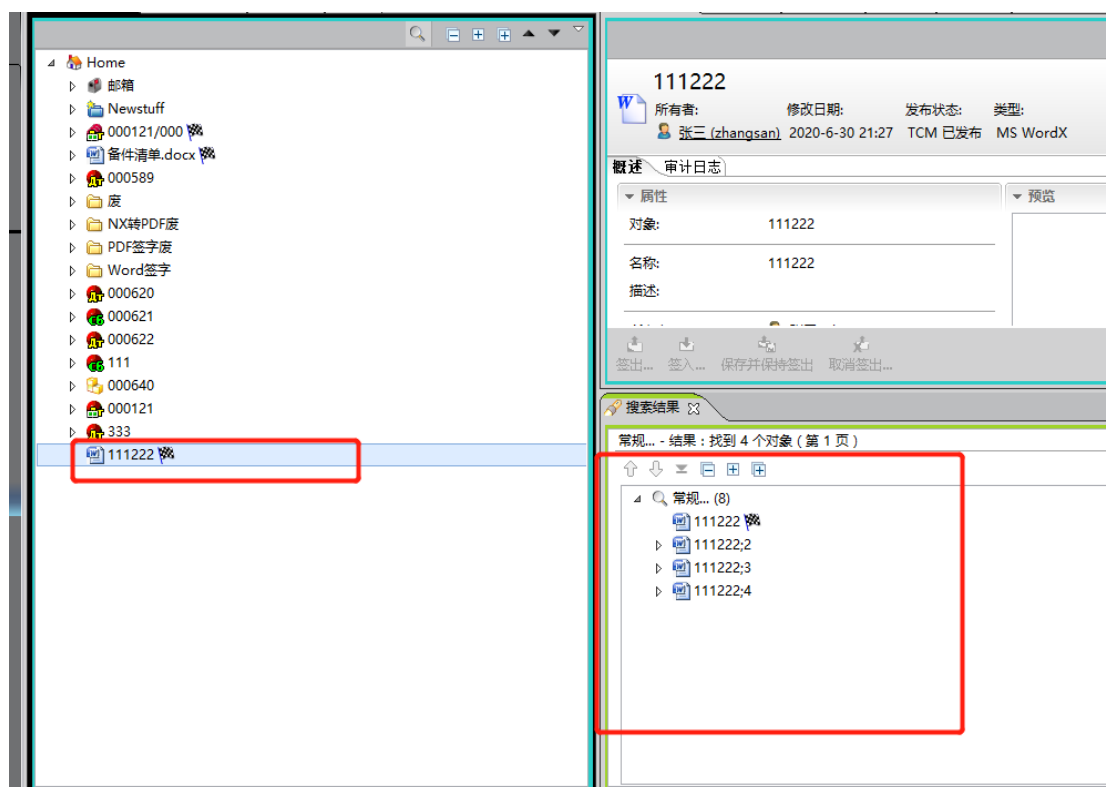

图 1
1.在默认情况下，我们对数据集发流程添加发布状态，当数据集被加上状态后，我们仍可以查找到数据集的历史版本。如下图 1 所示：